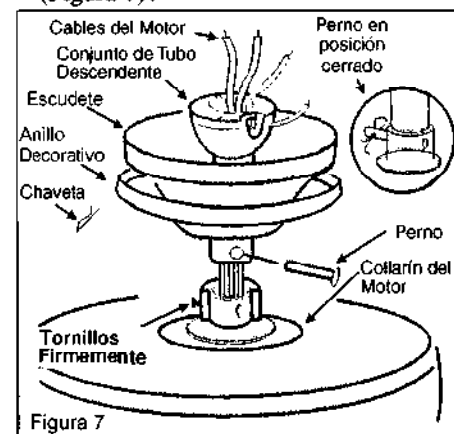

Figura 7
4. Guiar los cables existentes desde la parte superior del motor a través del escudete. Asegurese de que el orificio se encuentre en la parte superior. Gufe los cables a través del escudete y luego a través del tubo con la rúula (Figura 7).
7. Apriete de nuevo el juego de tornillos que esta sobre el collar en la parte superior del caparazón del motor (Figura 7).